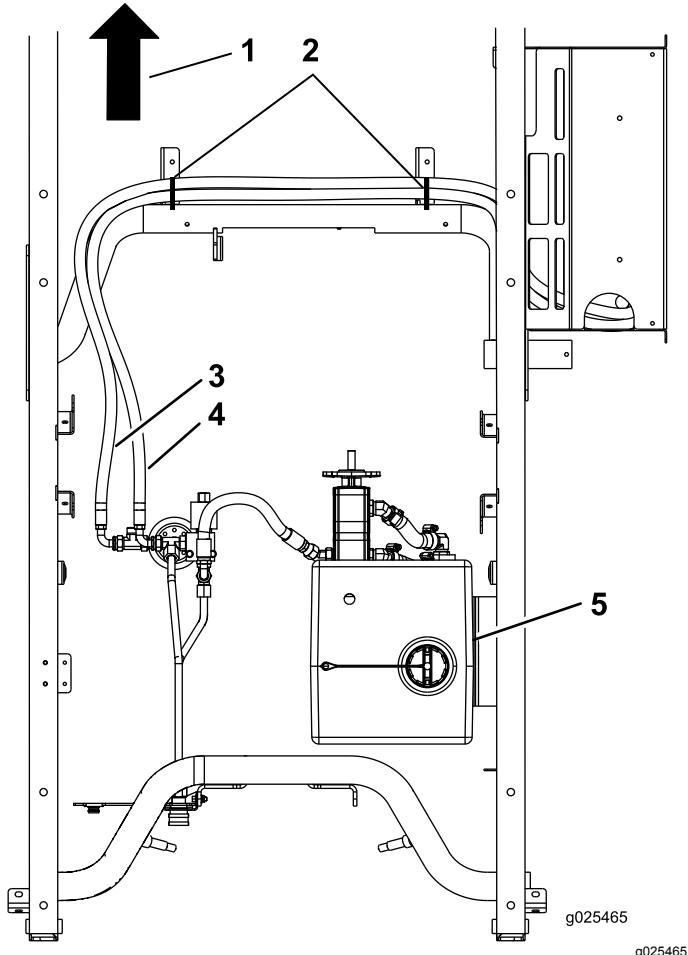

図 17
5. フレームに沿って、長いホースをクーラまで導く図 17。
6. ケーブルタイで長いホースを固定する図 17。